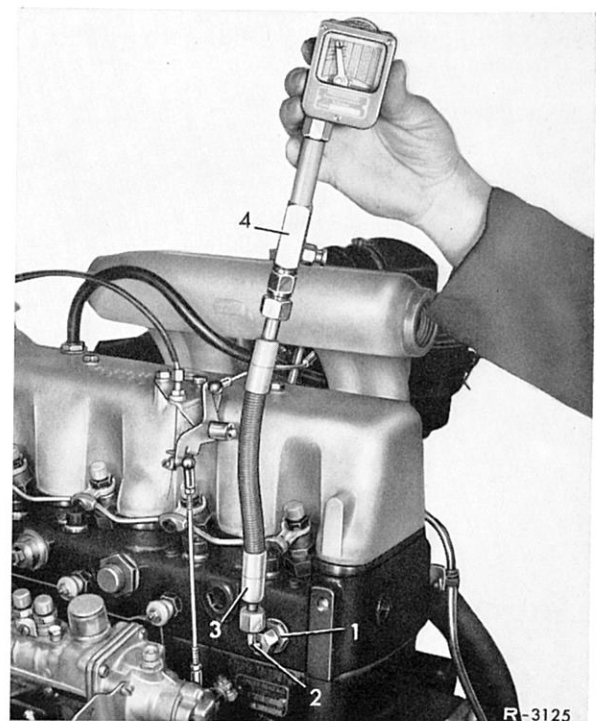

Bild 00-5/1
Bei Dieselmotoren das Anschlußstück (1) in die Glühkerzenbohrung des zu messenden Zylinders einschrauben (Bild 00-5/1). Das Anschlußstück gut anziehen, damit es einwandfrei abdichtet. Zur Messung des 2. und 3. Zylinders an das Anschlußstück (1) zusätzlich das